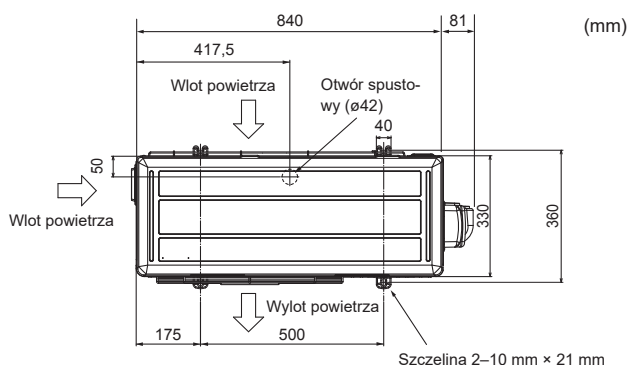

Fig. 3-1
3.1. Jednostka zewnętrzna (Fig. 3-1)